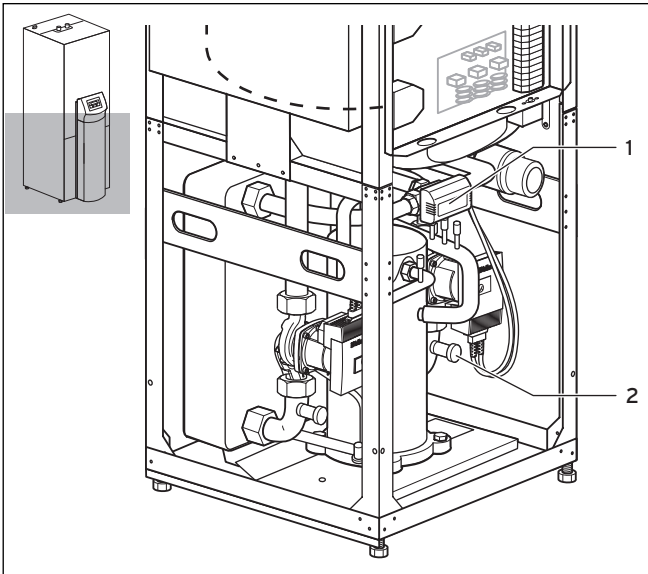

Abb. 6.1 Umschaltventil Heizung/Speicherladung und Füll- und Entleerungsventil des Heizkreises
- Nehmen Sie dazu die Schraubkappe am Füll- und Entleerungsventil des Heizkreises (→ **Abb. 6.1, Pos. 2**) ab und befestigen Sie das freie Ende des Füllschlauchs daran.